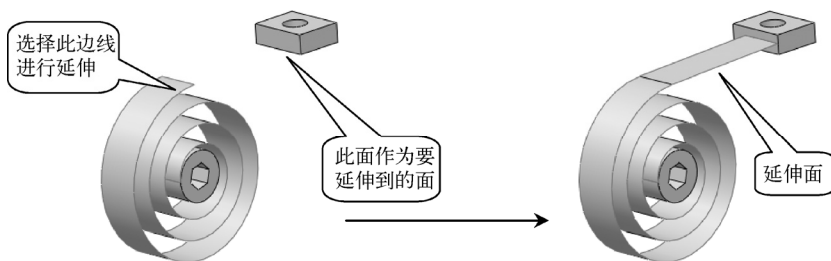

图 4-114 “成型到某一面”以线性方式延伸曲面
- **成型到某一面**：选择此单选按钮后，选择一曲面延伸到的边界面（注意此面应处于源曲面的可延伸范围内，否则不会生成延伸曲面），可将源曲面延伸到边界面，如图 4-114 所示。